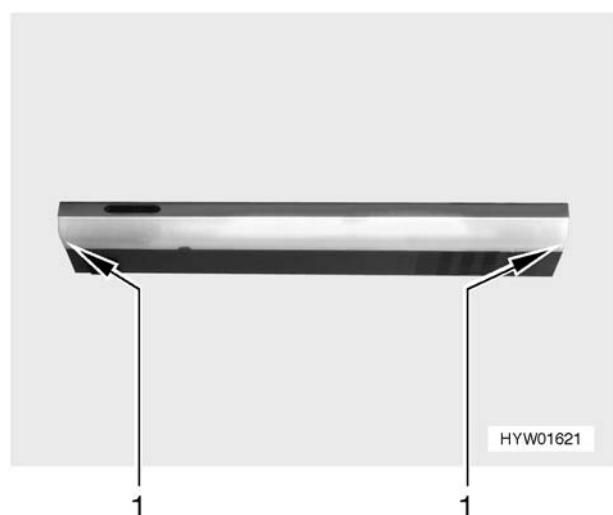

Fig. 210 Luce area cottura
- Tirare il vetro della luce (Fig. 210,1). Iniziare ad estrarre la luce area cottura tirando sempre a destra o a sinistra.